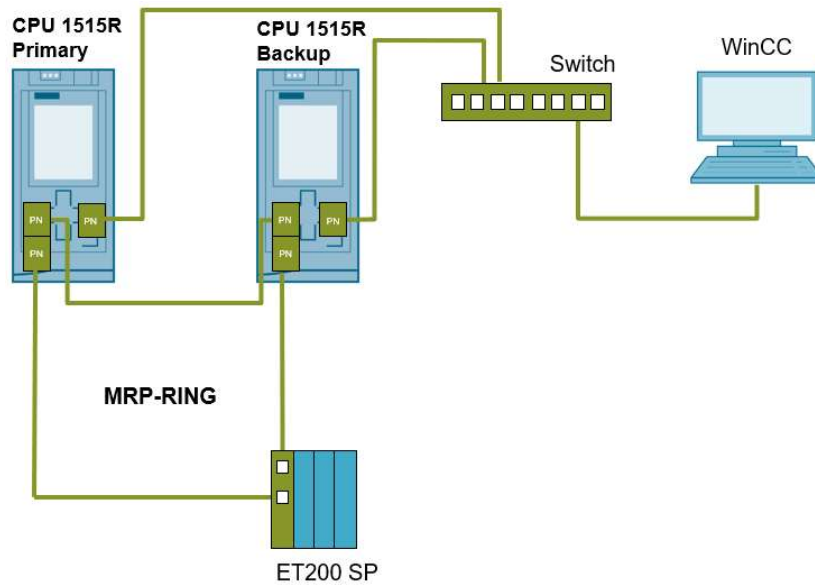

图 1
<本例系统结构如图 1 所示：
2、如果 CPU 和 ET200SP 的环网中存在交换机，那么交换机需要设置为 MRP 客户端。（MRP：Media Redundancy Protocol，介质冗余协议）。本例中 CPU 和 ET200SP 的环网中不存在交换机，如图 1 所示。